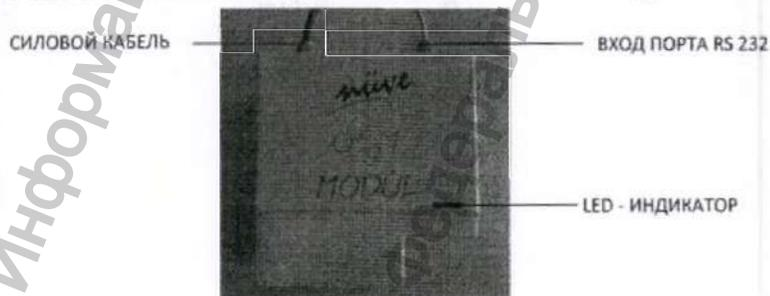

Рис. 11
- Вставьте SIM-карту в GSM модуль (см. Рис. 11).
- Подключите конец кабеля RS 232 GSM модуля (см. Рис. 11) в порт RS 232 (см. Рис. 3).